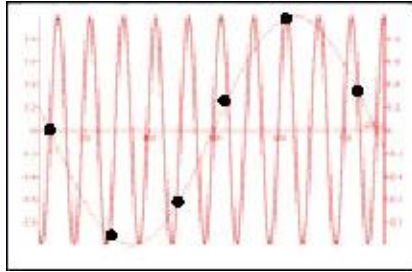

Abbildung 6: Frequenzverzerrung
**Anmerkung:** Eine zu niedrige Messrate kann eine frequenzbedingte Verzerrung der Messwerte verursachen. In einem derartigen Fall zeigt die Kurve eine niedrigere Frequenz als tatsächlich vorhanden. In der folgenden Bild 6 wurde die Sinuskurve mit 1/3 ihrer Frequenz gemessen. Eine Verbindung der Messpunkte ergibt eine Grafikdarstellung mit einer falschen, zu niedrigen Frequenz.